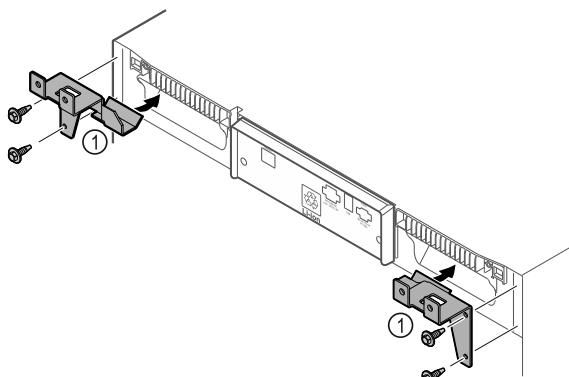

Fig. 10
► Monte las piezas de sujeción Fig. 10 (1) en el electrodoméstico con tornillos autorroscantes.